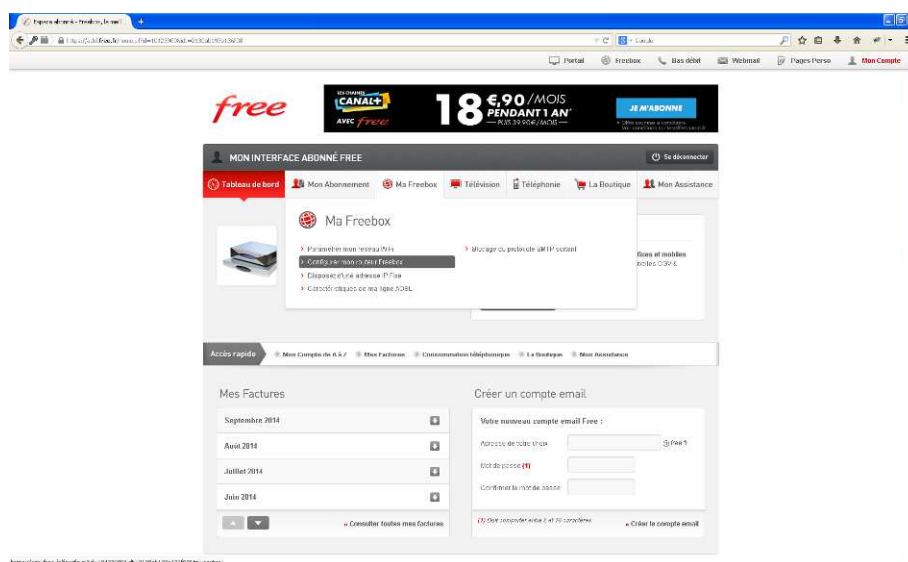

Figure 14
3. Aller dans L'onglet « Ma Freebox » puis « Configurer mon routeur Freebox » (Figure 14)